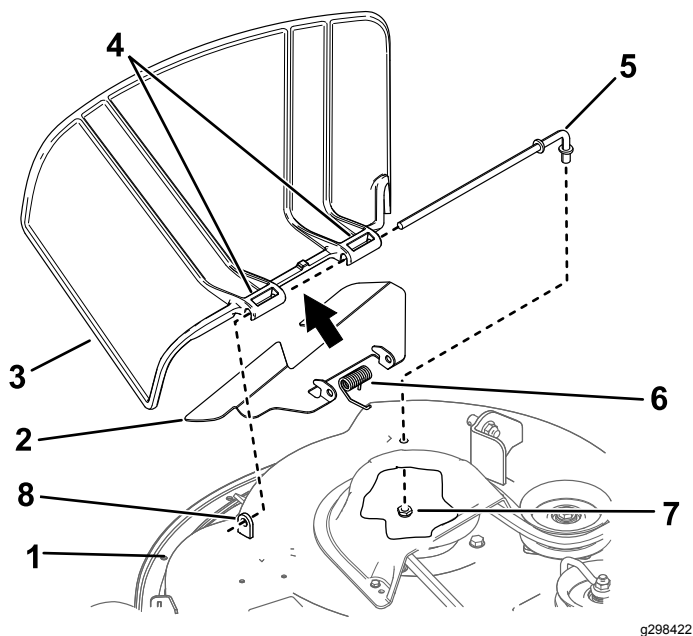

Figura 71
1. Remova a porca ( $\frac{3}{8}$  pol.) da barra debaixo do cortador (Figura 71).
2. Faça deslizar a barra para fora da parte saliente curta, mola, abafador e defletor de relva (Figura 71).
4. Instale o novo defletor de relva e o abafador (Figura 71).
7. Faça deslizar a barra pelo abafador e segundo suporte do defletor de relva (Figura 71).
9. Fixe a extremidade traseira da barra ao cortador com uma porca (3/8 pol.), como se mostra na Figura 71.